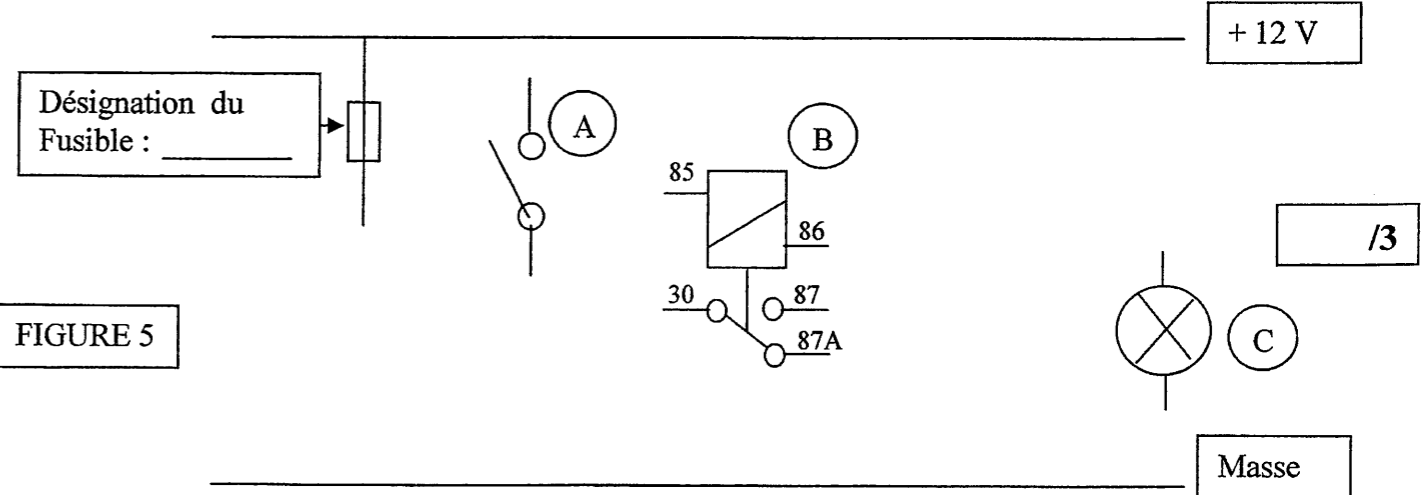

FIGURE 5
3.1 Indiquez, sur le schéma figure 5 ci-dessous, la désignation du fusible sur lequel vous allez procéder à l'installation . (voir DR 4/6)